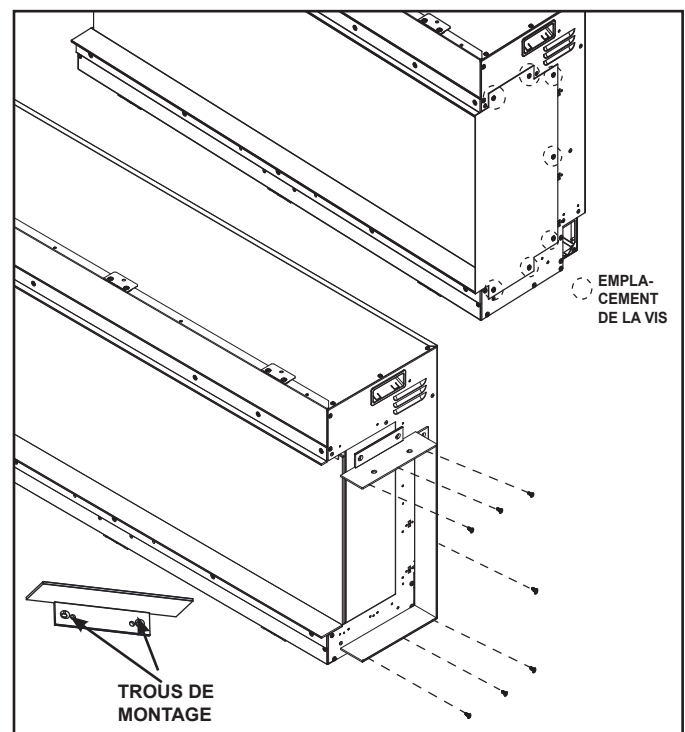

Figure 4.3 Retrait de la plaque et installation des garnitures
1. Pour installer la garniture appropriée à la configuration souhaitée, le cas échéant, retirez la plaque de recouvrement latérale plate du côté de l'appareil en retirant sept vis. Voir la figure 4.3.
Voire la figure 4.3.